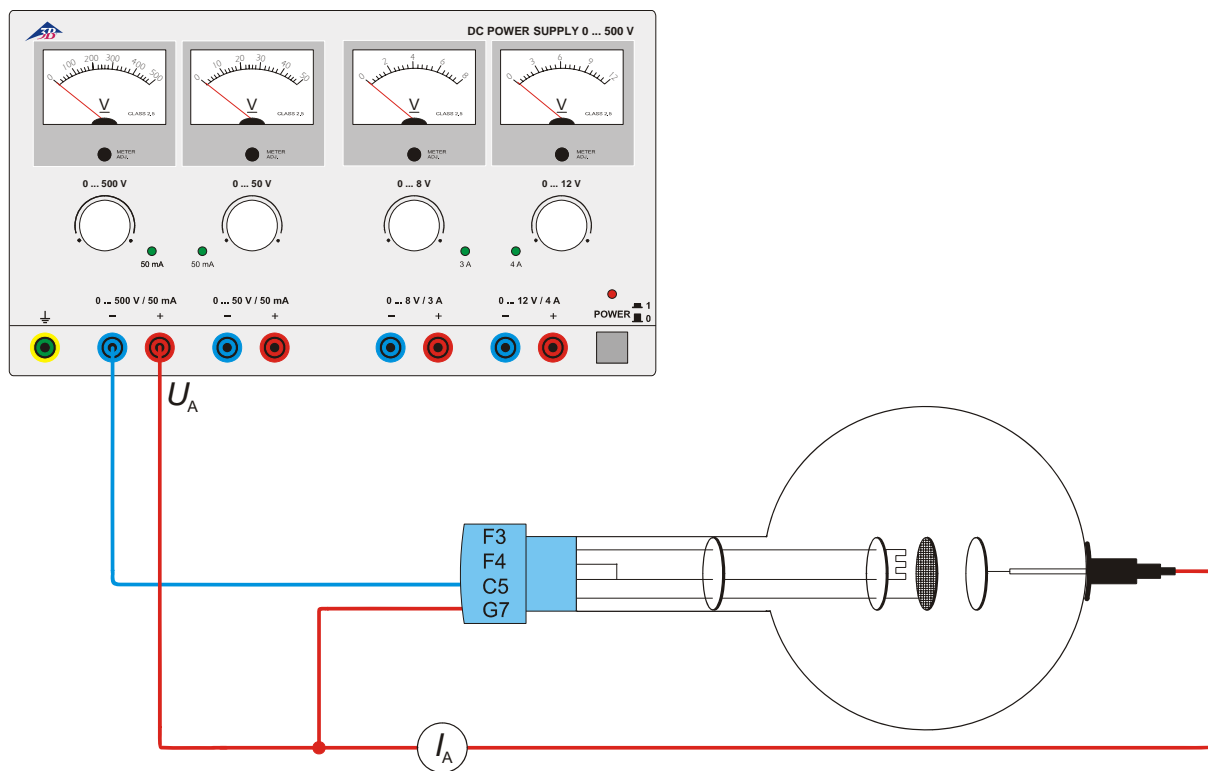

Fig.3 Descarga espontânea
- Produzir a comutação segundo fig. 3.